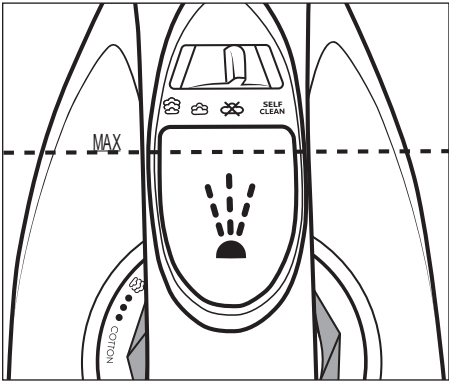

Fig. 1
- 1) Asegúrese de que el regulador de temperatura ❹ esté en la posición **MIN**.
- 2) Mantenga la plancha en posición inclinada asiendo la con la mano y abra la tapa del orificio de llenado del depósito de agua ❷.
- 3) Con el vaso medidor ❶, llene el depósito de agua ❷ como máximo hasta la marca **MAX** (consulte la fig. 1).